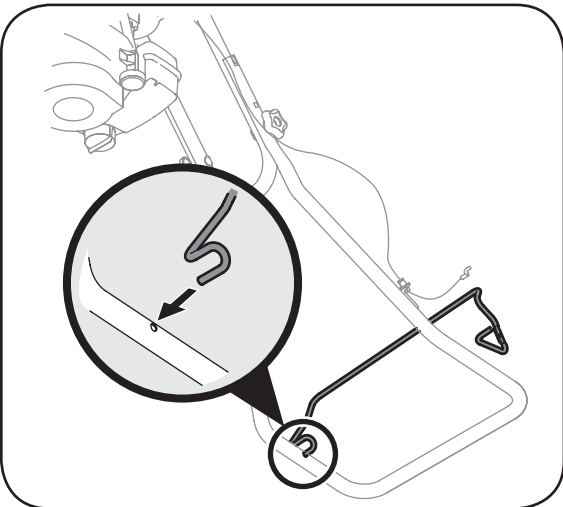

Figure 3-3: Installez le côté gauche de la commande d'embrayage des dents.
4. Enfoncez l'extrémité gauche de la commande d'embrayage des dents dans le trou sur la gauche du guidon supérieur, Figure 3-3.